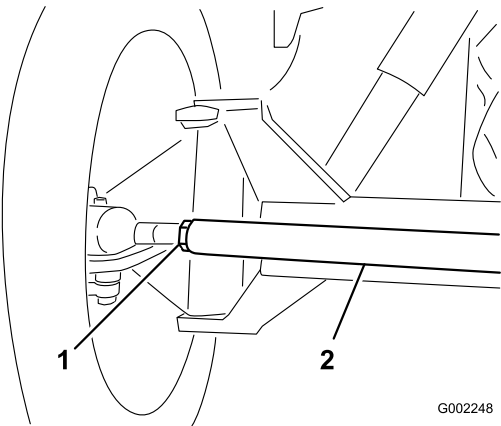

图 102
- 3. 如果测量值超出规定的范围、请松开横拉杆两端的锁紧螺母图 102。